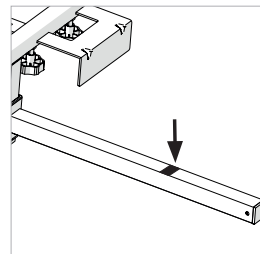

Fig. 12
**ADVERTENCIA:** Los brazos de extensión no se deben retraer más allá del límite de trabajo máximo seguro. Para ayudar al operario, se ha impreso una marca de referencia de seguridad en la superficie de los brazos de extensión (**Fig.12**).